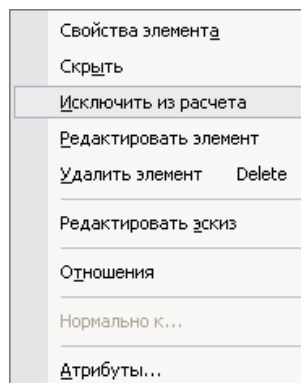

Рисунок 6.29 – Вибір команди Виключити з розрахунку
19. Вийдіть із ескізу і виріжіть видавллюванням  в обох напрямках від площини ескізу до найближчої поверхні. У дереві побудови клацніть правою кнопкою миші на імені даної операції та виберіть із контекстного меню команду **Виключити з розрахунку** (рис. 6.29).